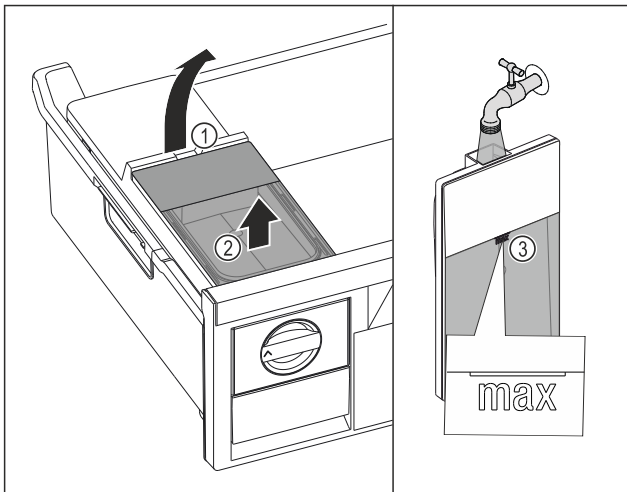

Fig. 76
- ▶ Поднимите бак для воды за выемку Fig. 76 (1).
- ▶ Извлеките бак для воды движением вверх. Fig. 76 (2)
- ▶ Наполните бак для воды питьевой водой до отметки Fig. 76 (3).